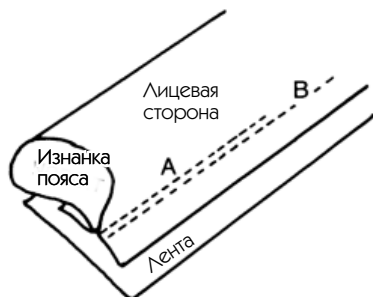

Рис. 134
5. Наложите на срединную линию ленты раскрытый шов пояса (линия А, рис. 134) и заколите булавкой один из его срезов.